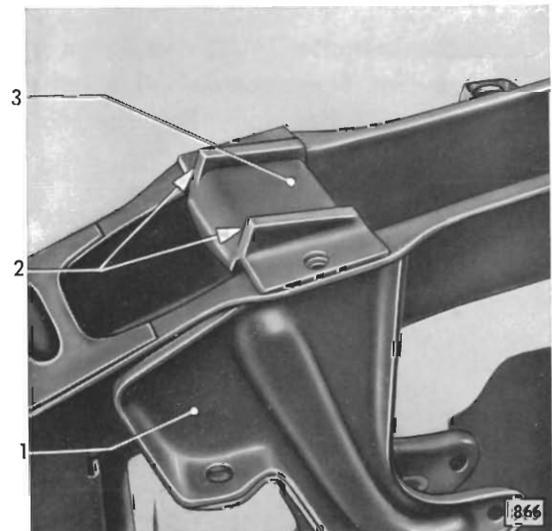

Bild 45 - Vorderfeder-Lagersitz in Vorderachskörper gelegt
8. Vorderfeder-Lagersitz (45/3) in Vorderachskörper (45/1) einsetzen. Darauf achten, daß die hohen Kanten (45/2) des aufvulkanisierten Gummis am Lagersitz zum Achsschenkel zeigen (Bild 45).